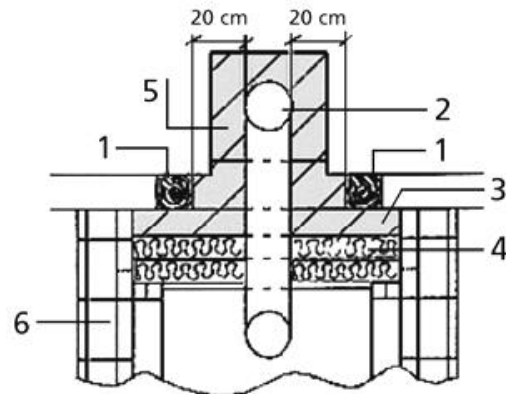
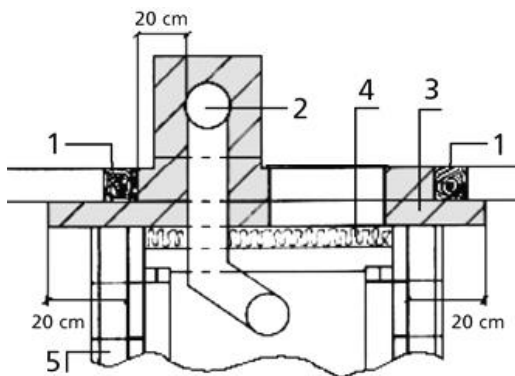

Bild 1-2 Ummauerung von Bauteilen,
Bild 1-3 Ummauerung von Bauteilen,
Müssen im Stellbereich Ihrer Ofenanlage die oben aufgeführten Bauteile gegen Erwärmung geschützt werden, muss eine Brandschutzwand entsprechend Bild 1-2 oder Bild 1-3 mit folgenden Eigenschaften vorgemauert werden:
- Dicke der Isolierung entsprechend der Wärmedämmung innerhalb des Ofens (Bild 1-2).
Bei Rauchrohrführungen durch Holzwände oder im Bereich von Stahl /Stahlbetonstützen muss ebenfalls auf eine 20 cm breite, allseitig mineralische Ummauerung des Rauchrohres geachtet werden (siehe Bild 1-2 und Bild 1-3).